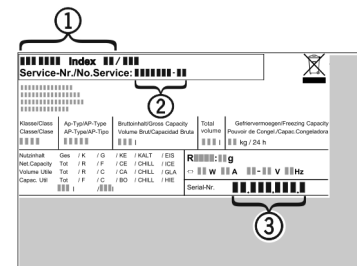

Fig. 7
- ▶ Прочетете от идентификационната табелка описанието на уреда *Fig. 7 (1)*, сервисния № *Fig. 7 (2)* и серийния № *Fig. 7 (3)*. Идентификационната табелка се намира на лявата вътрешна стена на уреда.
- ▶ Обадете се на сервисната служба и посочете неизправността, описанието на уреда *Fig. 7 (1)*, сервисния № *Fig. 7 (2)* и серийния № *Fig. 7 (3)*.